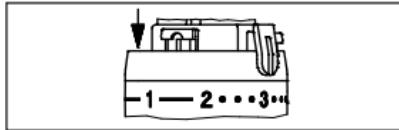

Fig.7
2. Per limitare la posizione di "minima temperatura", una delle clip di limitazione dovrà essere inserita nella sede subito prima alla posizione "2" (Fig. 7).